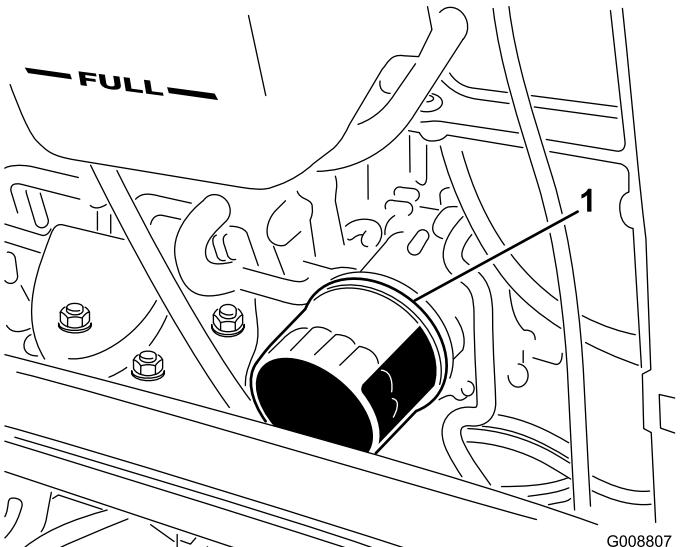

Figura 37
- Togliete il filtro dell'olio (Figura 37).